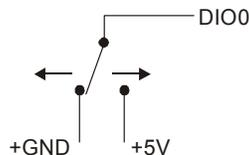

Abb. 4. Erkennung der Schalterstellung durch den digitalen Kanal DIO0
Wenn die digitalen Anschlüsse als Eingang konfiguriert sind, kann der Zustand eines TTL-kompatiblen Geräts über die digitalen E/A-Anschlüsse des RedLab TC-AI überwacht werden. In Abbildung 4 finden Sie eine schematische Darstellung. Wenn Sie den Schalter auf den $+5\text{V}$ -Eingang legen, liest DIO0 WAHR (1). Wird der Schalter auf GND gestellt, liest DIO0 FALSCH (0).